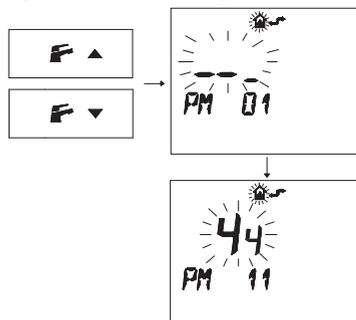

Рисунок 5.41
- Нажмите кнопку или , чтобы вывести на дисплей параметр "PM11" постциркуляции насоса (Рисунок 5.41).